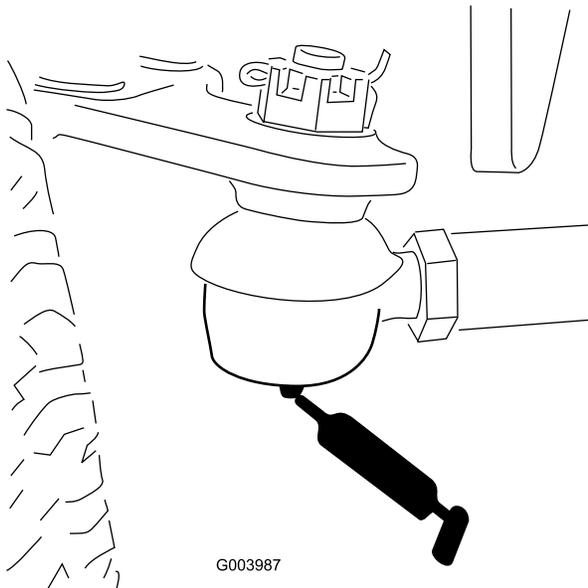

Рисунок 79
- Тяги заднего моста (2 шт.) (Рисунок 79)